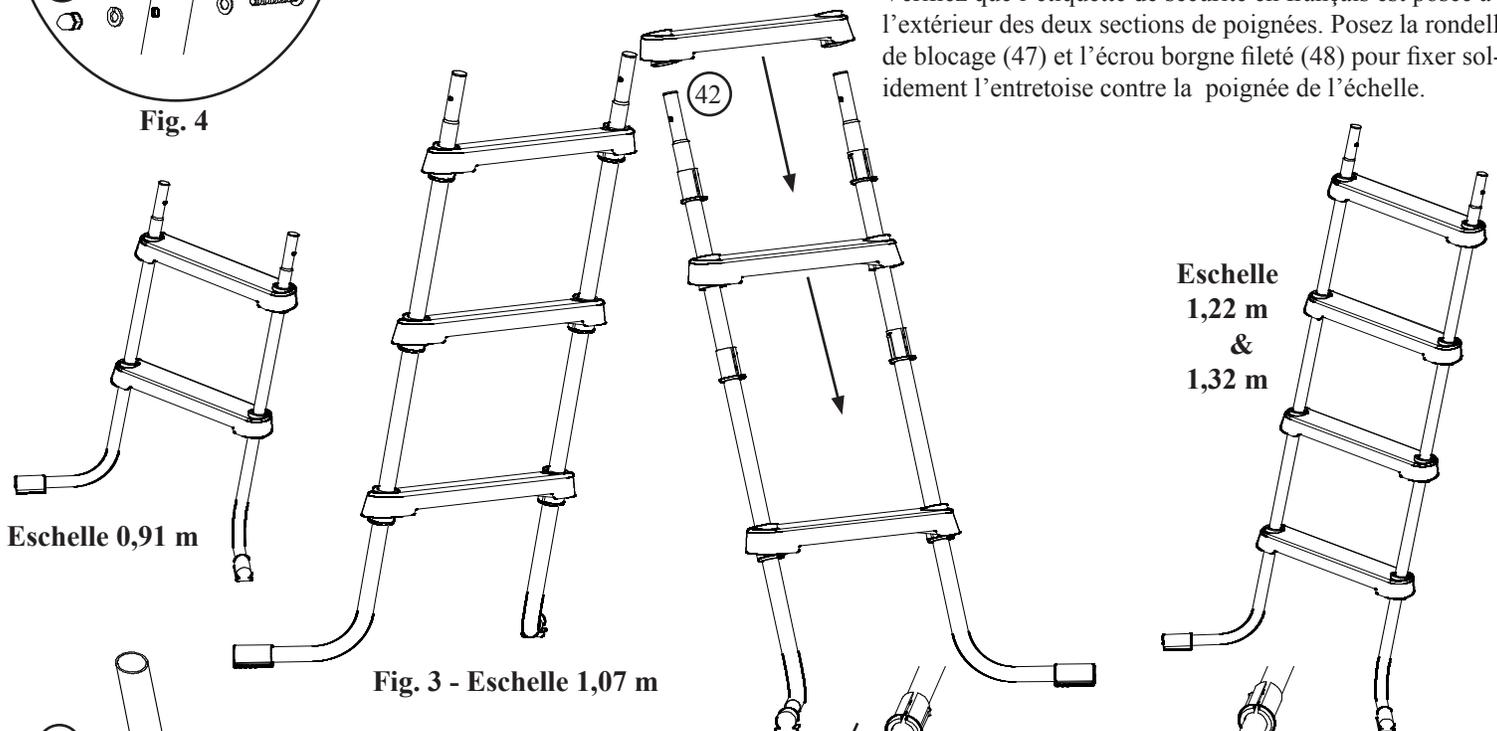
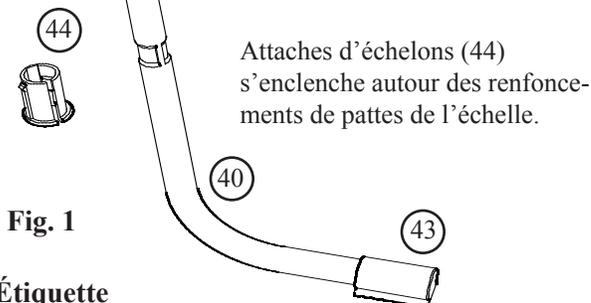
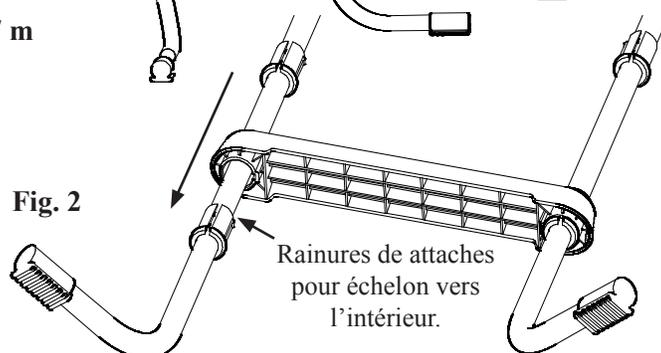

Fig. 3 - Eschelle 1,07 m
Fig. 1
Fig. 2
1. Séparez les pattes de l'échelle (40) - 2 pièces du côté gauche et 2 du côté droit. Repérez les inscriptions «L» et «R» (gauche et droit) dans le haut des pattes.
2. Commencez avec une des sections de patte identifiée «R» (40). Forcez délicatement le côté de l'attache pour échelon (44), de façon à la faire passer par-dessus la patte de l'échelle, puis faites-la glisser vers le bas jusqu'à la portion renfoncée inférieure, tel qu'illustré à la Fig. 1. La rainure de l'attache pour échelon doit être orientée vers l'intérieur de l'échelle, tel qu'illustré en Fig. 2. Répétez pour la section gauche identifiée «L».
3. Faites glisser un échelon (42) le long des deux sections de patte. Assurez-vous que le côté de l'échelon identifié par un «R» se trouve sur la patte du droite. Faites glisser l'échelon jusqu'à ce que les attaches (44) s'insèrent dans le côté inférieur de l'échelon et que les rainures des attaches s'enclenchent solidement. Les attaches pour échelon doivent demeurer en place dans la partie renfoncée des pattes de l'échelle lorsque vous les installez. Une fois posées, les attaches doivent affleurer le bas de l'échelon. Voir la Fig. 2.
4. Répétez les étapes 2 et 3 pour installer les autres attaches pour échelon (44) et échelons (42) de la première section.
6. Les vis mécaniques (45) doivent être posées depuis le côté intérieur de la poignée (41), vers l'extérieur, à travers les entretoises avec l'étiquette de sécurité (49) sur l'extérieur. Vérifiez que l'étiquette de sécurité en français est posée à l'extérieur des deux sections de poignées. Posez la rondelle de blocage (47) et l'écrou borgne fileté (48) pour fixer solidement l'entretoise contre la poignée de l'échelle.
7. Maintenez en position verticale les sections de patte de l'échelle, les pieds vers l'avant, tel qu'illustré à la Fig. 3. Placez les poignées de l'échelle (41), avec les entretoises vers l'extérieur sur le dessus des deux sections de patte de l'échelle.